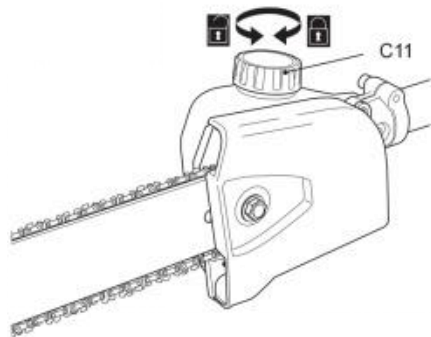

Fig. 16
2) Skruva av och ta bort oljetanklocket (C11) (Fig. 16), tillsätt sedan lämpligt smörjmedel i tanken. Vi rekommenderar att du använder miljövänlig kedjeolja som är speciellt avsedd att användas med denna produkt.